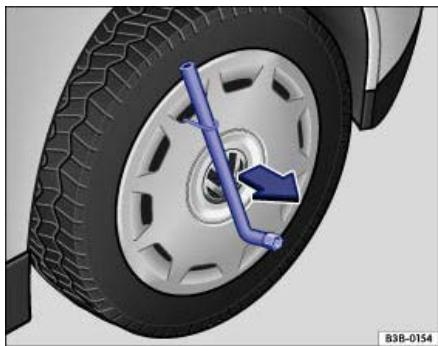

Abb. 291 Radvollblende abziehen.
- Radschlüssel durch den Drahtbügel schieben ⇒ Abb. 291 und die Radvollblende in Pfeilrichtung abziehen.